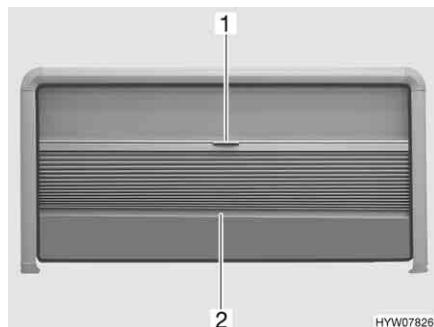

Fig. 72 Ventana abatible
- Coger el estor plegable por el centro de la tablilla final (Fig. 72,2) y tirar con cuidado hacia abajo.
- Sujetar la tablilla final (Fig. 72,2) del estor plegable por el centro y empujar el estor plegable cuidadosamente hacia arriba.
- Tirar cuidadosamente hacia abajo la protección contra insectos (Fig. 72,1) mediante el tirador.
- Regresar la protección contra insectos lentamente totalmente hacia arriba por la tablilla final del estor plegable (Fig. 72,2).